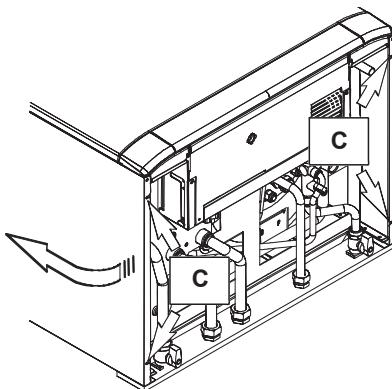

рисунок 9.2
- Ослабьте винты В и С . Вытащите нижние части панелей из котла и приподнимите их, освободив от верхних крючков (рисунок 9.2).